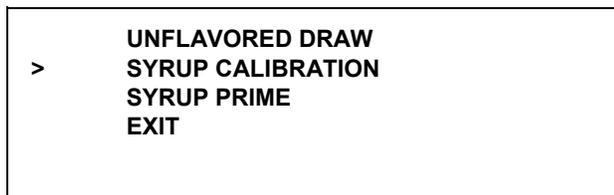

図44
2. AUTO キー[※]またはOPTIONAL FLAVOR キー[Ⓢ]を押し、カーソルを SYRUP CALIBRATION へ合わせます。(図44を参照)。